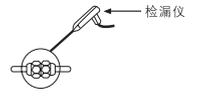

图 32
- 3 在接口处用检漏仪或者肥皂水来检查是否有泄漏。(如图32)
- 4 用④塑料绝缘带把铜管和连接电缆包起来。